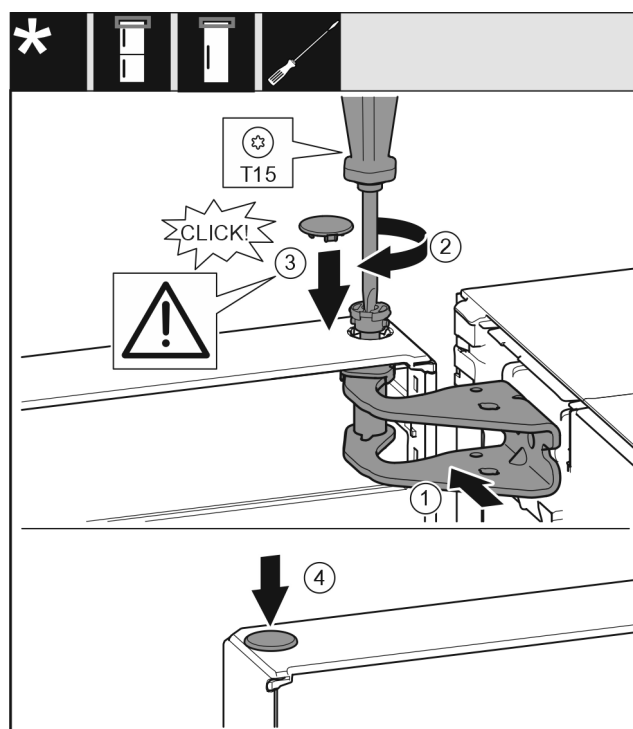

Fig. 27
- ▶ Allineare la porta superiore all'apertura nella staffa di supporto Fig. 27 (1).
- ▶ Inserire i perni Fig. 27 (2) e stringerli con un cacciavite.
- ▶ Inserire la copertura Fig. 27 (3).
- ▶ Controllare che la copertura Fig. 27 (3) poggi sulla porta.
- ▶ Inserire la copertura Fig. 27 (4).